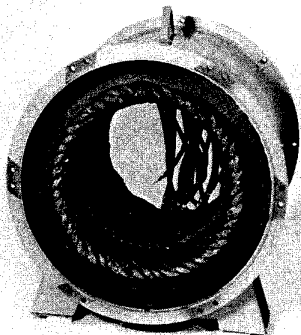

FIGURA 6-51
1. Limpie el polvo y la suciedad del devanado y el bastidor del estator. (Figura 6-51.) (Ver la sección 5.)